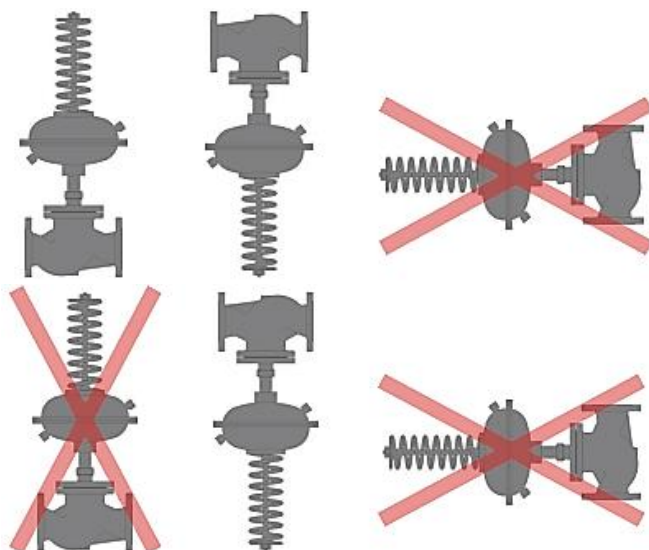

Рисунок 4 - Монтажные положения РПД
8.2. РПД устанавливается в рабочем положении, указанном в рис.4 на горизонтальном участке трубопровода, удобном для обслуживания и проведения ревизии. Прямой участок до и после РПД должен быть не менее 5 условных диаметров. РПД должен быть установлен в трубопровод таким образом, чтобы направление движения среды соответствовало стрелке на корпусе.